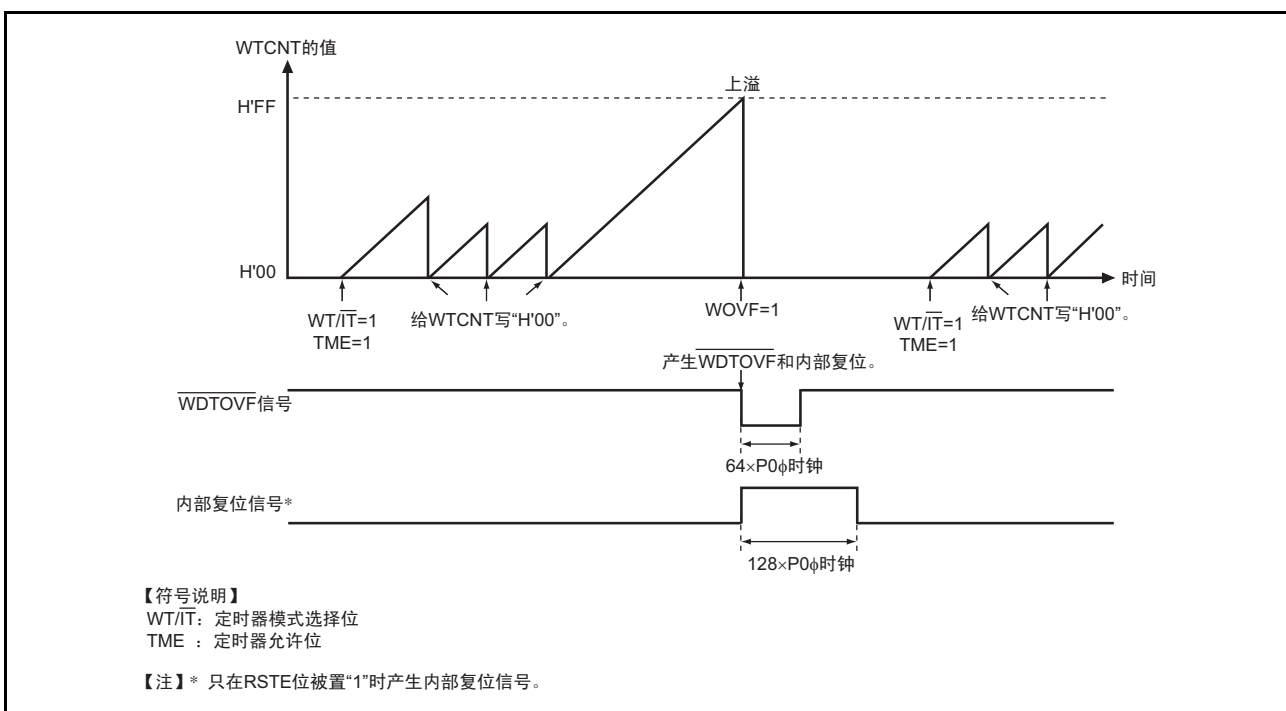

图 14.4 看门狗定时器模式中的运行
4. 如果计数器发生上溢，此模块就将 WRCSR 的 WOVF 置 “1”，将 WDTOVF 信号输出到外部，如图 14.4 所示。能使用此 WDTOVF 信号对系统进行复位。在 $64 \times P0\phi$ 时钟之间输出 WDTOVF 信号。